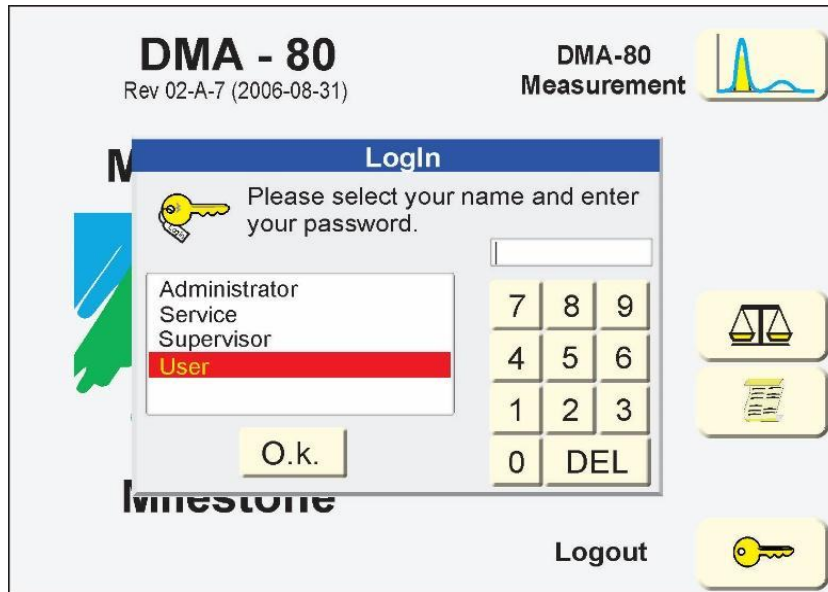

Fig.11 Pantalla de Inicio de sesión
- Luego se encenderá la pantalla de inicio de sesión, elegir **User**, colocar la clave y presionar **OK** (Fig.11).